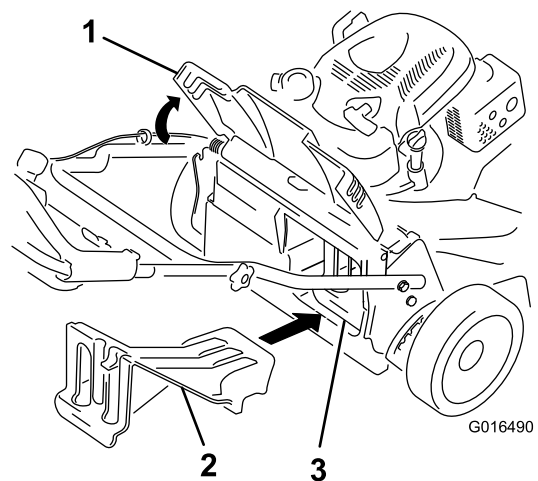

Bild 24
- Wenn die Heckauswurfklappe nicht eingesetzt ist, fassen Sie sie am Griff an, heben das Heckablenkblech an und setzen den Heckauswurfkanal ein, bis der Riegel arretiert, siehe Bild 24.
Wichtig: Stellen Sie sicher, dass die Heckauswurfklappe eingesetzt ist, bevor Sie den Rasenmäher als Recycler einsetzen (Bild 24).